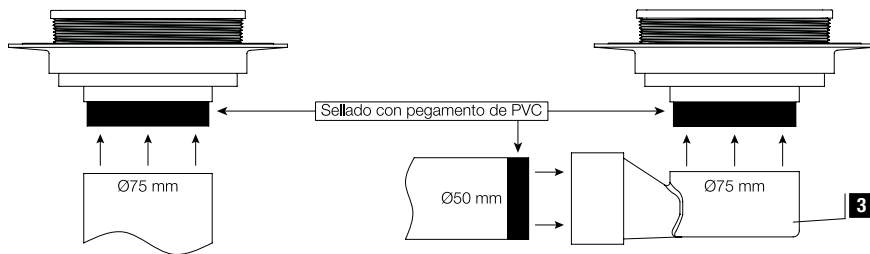

Fig.1.2
- Unión a tubería encolar con pegamento apto para PVC y para tubería de agua (seguir instrucciones del fabricante del pegamento para un buen sellado y secado) ver Fig.1.2